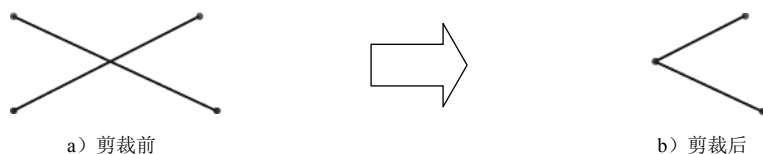

图 4.7.17 “边角”方式
- 使用  强劲剪裁(P) 方式可以剪裁或延伸所选草图实体。
- 使用  边角(O) 方式可以剪裁两个所选草图实体，直到它们以虚拟边角交叉，如图 4.7.17 所示。